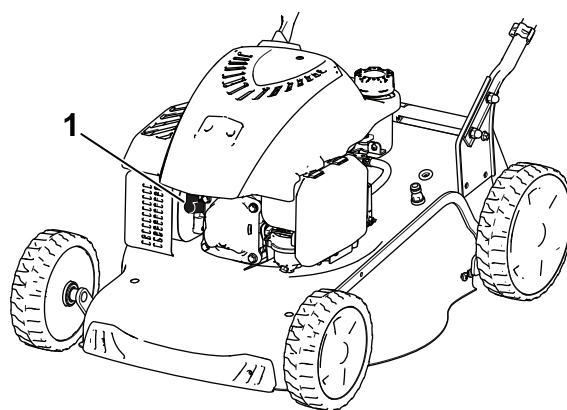

Figura 20
2. Scolgate il cappellotto dalla candela (Figura 20).